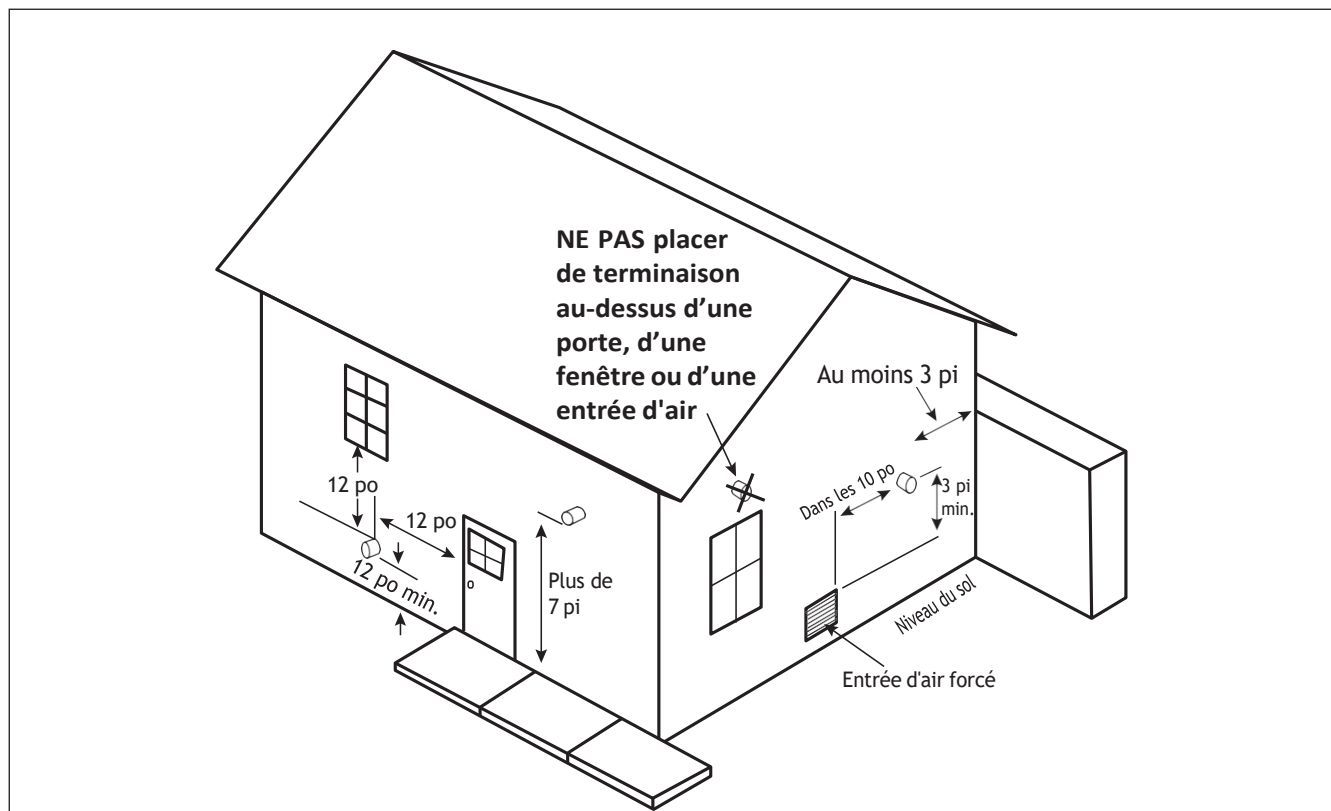

Fig. 2 - Dégagements des terminaisons de système à ventilation directe
6. La terminaison de l'évent doit aussi respecter les dégagements suivants, comme illustré à la Fig. 2 en page 13 :
6. La terminaison de l'évent doit aussi respecter les dégagements suivants ; comme illustré à la Fig. 2 en page 13.